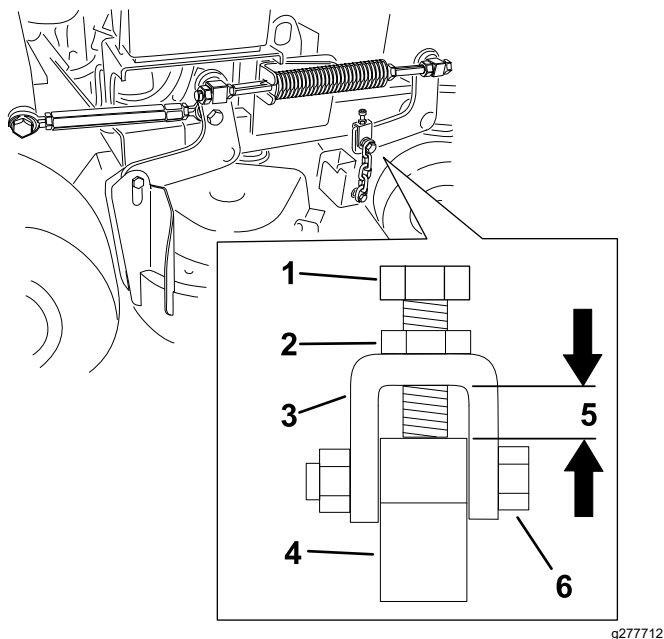

Figura 79
Nota: Questa distanza deve essere di 11 mm, come mostrato in Figura 79.
6. Se occorre regolare, allentate il bullone superiore della catena (**Figura 79**).
7. Allentate il controdado e regolate il bullone per ottenere la distanza corretta mostrata in **Figura 79**.